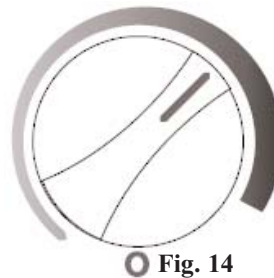

Fig. 14
• Cuando se alcanza el enfriamiento del máximo, dé vuelta detrás perilla del control de la temperatura que fija a la posición de las 2 respecto al dial de control graduado. Vea Fig.14.